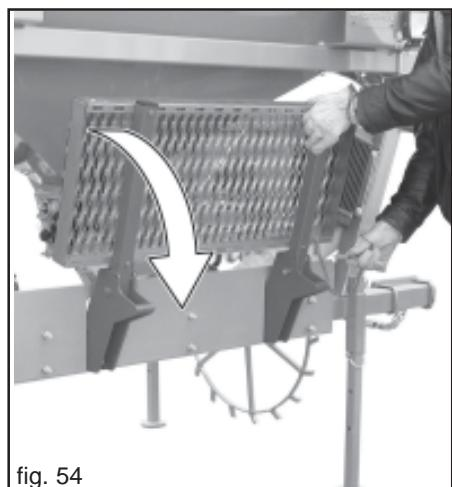

fig. 54
1) Klappen Sie den Beladesteg durch Entfernen des Haltebolzens herunter. Bei heruntergeklapptem Beladesteg ist der Luftkruemmer leicht erreichbar (Abb. 54).